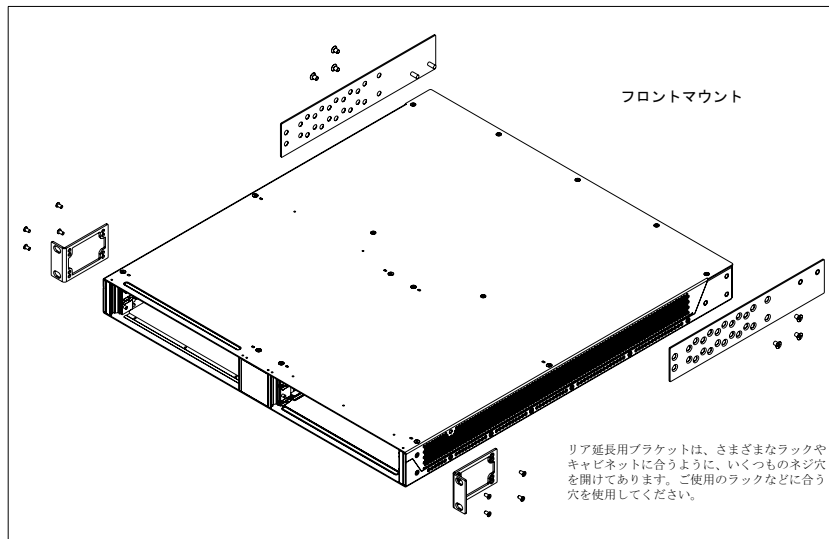

図 1-6 フロントマウント
1. ブラケットを 図 1-6 で示す適切な位置にあわせませす。
3. 延長用ブラケットを M4 x 6mm のネジを使い取り付けます。延長用ブラケットはリアマウント用レールの前に位置するように取り付けます (図 1-6 を参照してください)。